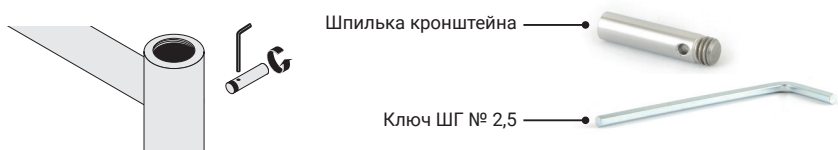

Рис.1
4.1.1. Установите на полотенцесушитель шпильки кронштейнов (рис. 1). Для плотной протяжки вставьте ключ ШГ №2,5 в технологическое отверстие в шпильке и подтяните по часовой стрелке до упора.